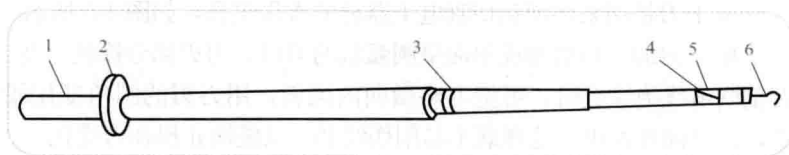

图 1-3 发光型 10kV 高压验电器
(2) 高压验电器。高压验电器又称高压测电器, 主要类型有发光型高压验电器和声光型高压验电器。发光型高压验电器由握柄、护环、紧固螺钉、氖管窗、氖管和金属探针(钩)等部分组成。图 1-3 所示为发光型 10kV 高压验电器。